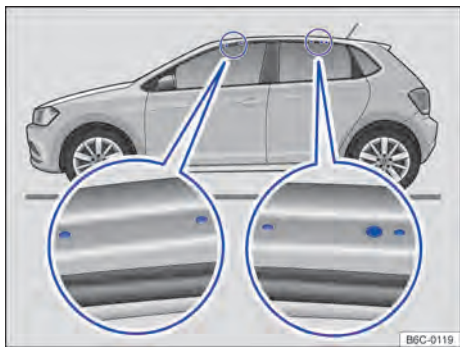

Fig. 124 Puntos de fijación de los soportes básicos del portaequipaje de techo (ambos lados)
Los orificios o marcas de los puntos de alojamiento de los soportes bases son visibles con las puertas (delanteras y traseras) del vehículo abiertas y se encuentran a los lados en las vigas del techo → fig. 124 (lupa). Los orificios o marcas para unión por encastre detrás se encuentran en la parte inferior de las vigas del techo → fig. 124 (lupa derecha).
- Sujetar los soportes base solo en las marcas indicadas en la figura. → fig. 124